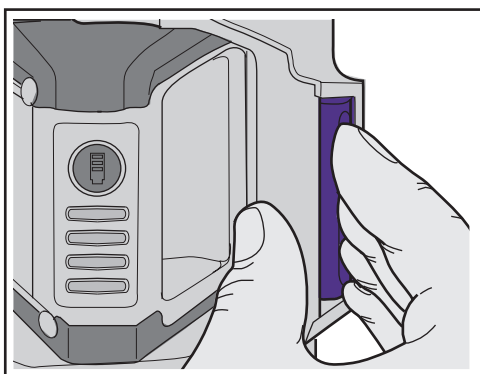

Figure Z3
- c. Press the ejection button before trying to pull out the battery and listen for an audible "click" (Figure Z3).
- c. Presione el botón de eyección antes de intentar jalar hacia fuera la batería y escuche hasta que oiga un "clic" audible (Figura Z3).
- c. Appuyez sur le bouton d'éjection avant d'essayer de retirer le bloc-piles et attendez le dé clic (Figure Z3).